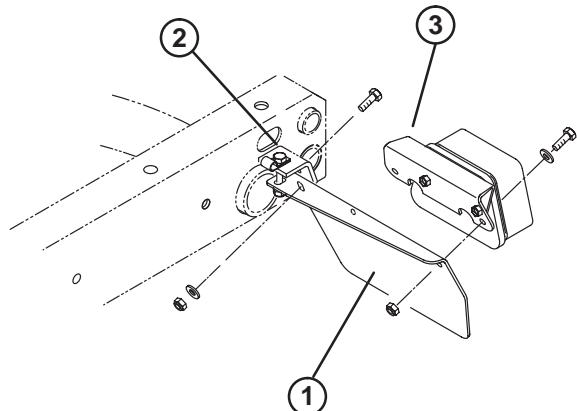

Figura 1
- Fije la parte trasera de cada chapa de luces traseras a la parte trasera de los soportes del bastidor con un tornillo de caperuza de 5/16–18 x 1 pulgada, una arandela plana de 0,281 pulg. D. I. y una tuerca, según muestra la Figura 1.